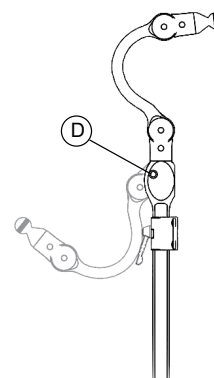

Fig. 4
2. Dybde- og vinkeljustering - løsne de tre justeringsskruene (Fig. 1, B) for å utføre dybde- og vinkeljustering (Fig. 4 og 5). Roter den horisontale stangen 180° for å justere vinkelen ytterligere (Fig. 3). Reverser den vertikale stangen 180° for å øke dybdejusteringen (Fig. 3).
3. For å vippe hodestøtten bakover, trykk på knappen (Fig. 4, D) og sving enheten bakover.
2. Horisontalt/vinkel – løsne skruene (Fig. 1, A) for å justere dybden (Fig. 4) og vinkelen (Fig. 3). Det er ikke nødvendig å stramme alle skruene helt før den ønskede posisjonen er oppnådd.